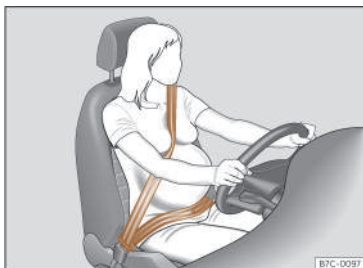

Fig. 23 Posizione del nastro della cintura di sicurezza per donne in stato di gravidanza.
In caso di **donne incinte**, la cintura di sicurezza deve passare in modo uniforme sul petto e il più possibile sotto sul bacino con il nastro piatto in modo da non stringere il ventre; deve essere utilizzata durante tutta la gravidanza >>> **fig. 23**.
- In caso di **donne incinte**, il tratto addominale del nastro della cintura di sicurezza deve passare il più in basso possibile davanti al bacino, appoggiato piatto e "avvolgendo" il ventre >>> **fig. 23**.